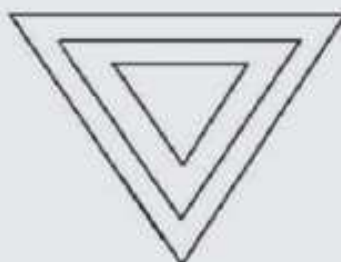

Figura 11.20 – Triângulos.
3. Elabore um sketch para desenhar a imagem mostrada na Figura 11.20.